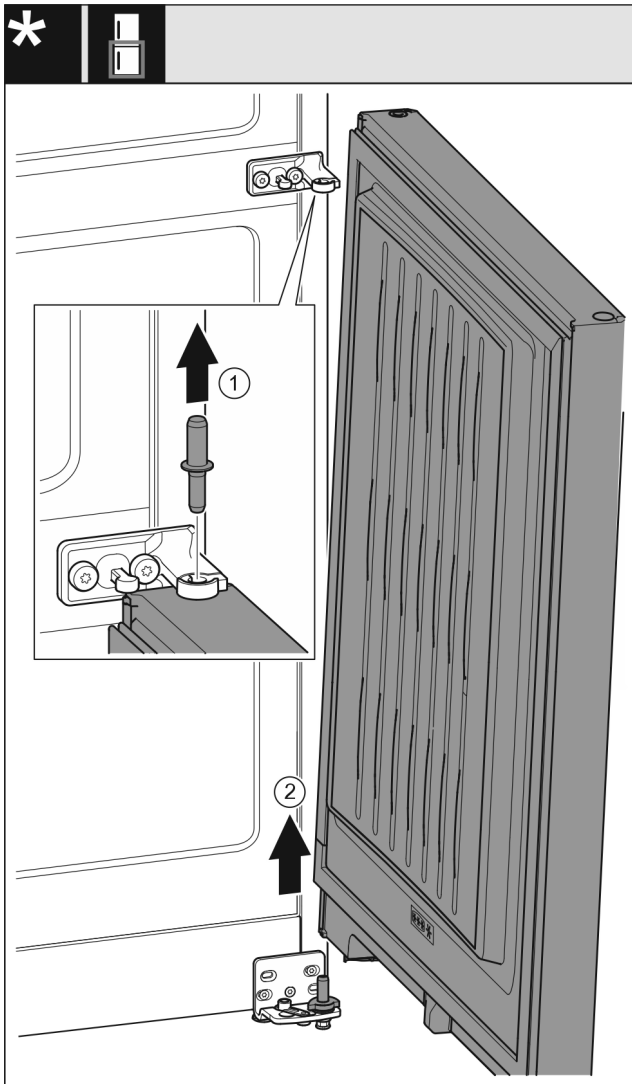

Fig. 31 Bez zatváracieho tmiča*
- ▶ Vytiahnite čap Fig. 31 (1) nahor.*
- ▶ Vyklopte dvere Fig. 31 (2) von, nadvihnite smerom hore a odložte nabok.*